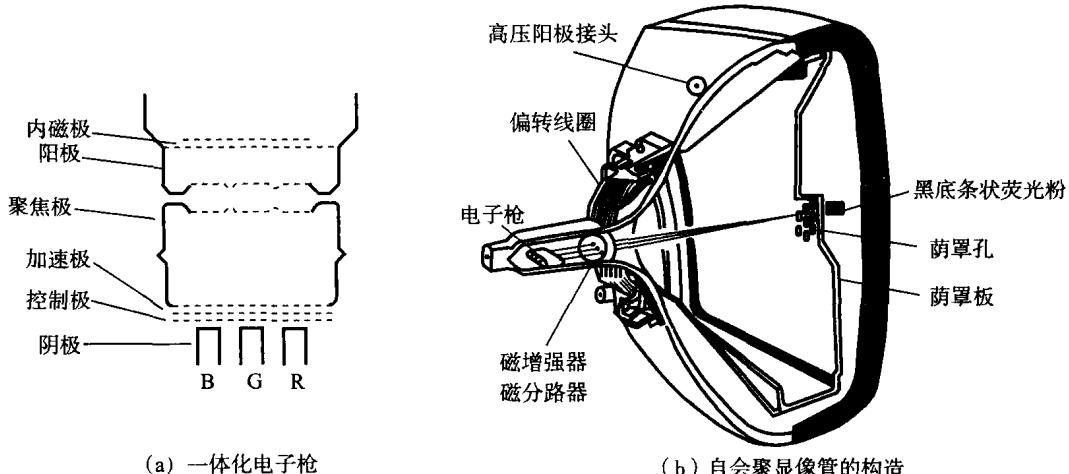

图 1.5 自会聚显像管的构造
(3) 自会聚彩色显像管。自会聚彩色显像管是现在使用最多的是自会聚管。图 1.5 (a) 为一体化电子枪放大构造图，图 1.5 (b) 是自会聚显像管的构造图。